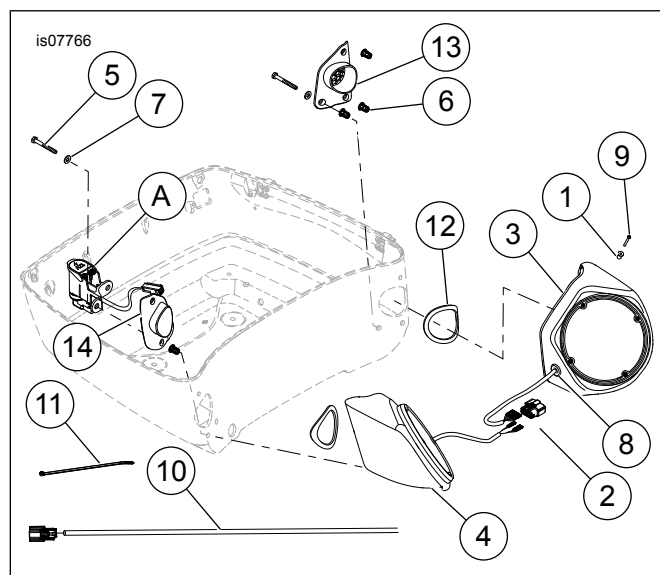

Abbildung 3. Ersatzteile: Lautsprecherhäusesatz
Siehe Abbildung 3 und Tabelle 1.
9. Siehe Abbildung 3. Sechs Wirbelmuttern (6) in die Lautsprechergehäuse einbauen.
10. Dichtungen (12) an den Lautsprechergehäusen anbringen und Halterungen (13, 14) einsetzen.